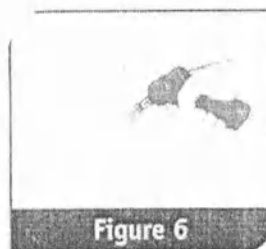

Figure 6
- А. Установите драйвер к месту установки под углом 90° по отношению к кости (см. рисунок 6). Аккуратно надавите на драйвер и иглу до тех пор пока игла не соприкоснется с костью.
- Б. Убедитесь что видны как минимум 5 мм длины катетера (см. рисунок 6)
- В. Перфорируйте верхний слой кости нажимая на кнопку «пуск» и оказывая стабильное давление вниз (см. рисунок 6)